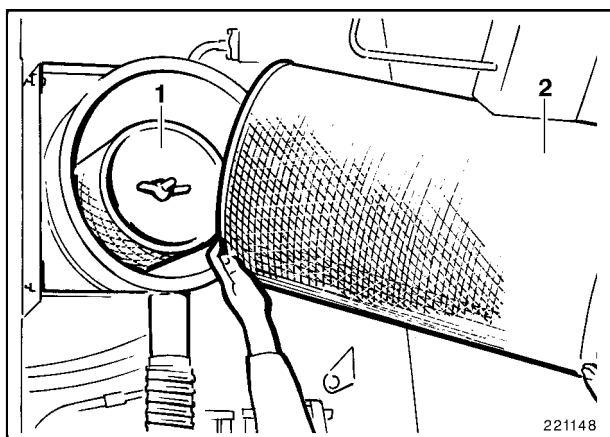

Fig. 6
- Después de desmontar el elemento filtrante principal (2, Fig. 6), será accesible el elemento filtrante de seguridad (1).